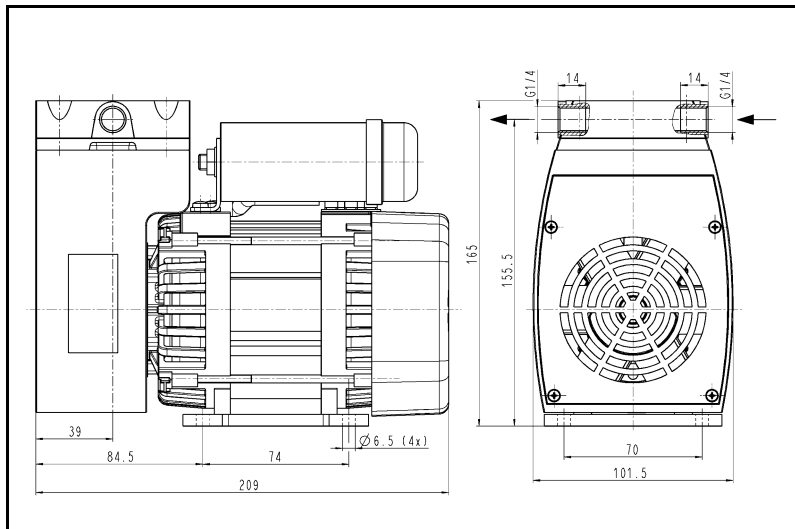
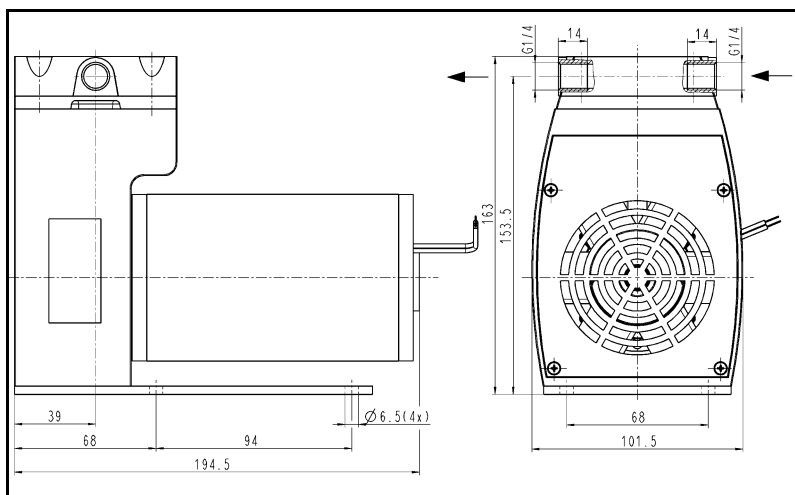

Abb. 3: Befestigungsmaße NPK 25 AC
Abb. 4: Befestigungsmaße NPK 25 DC
- Maße ➔ Maße der Pumpe siehe Abb. 3 (NPK 25 AC) oder Abb. 4 (NPK 25 DC).